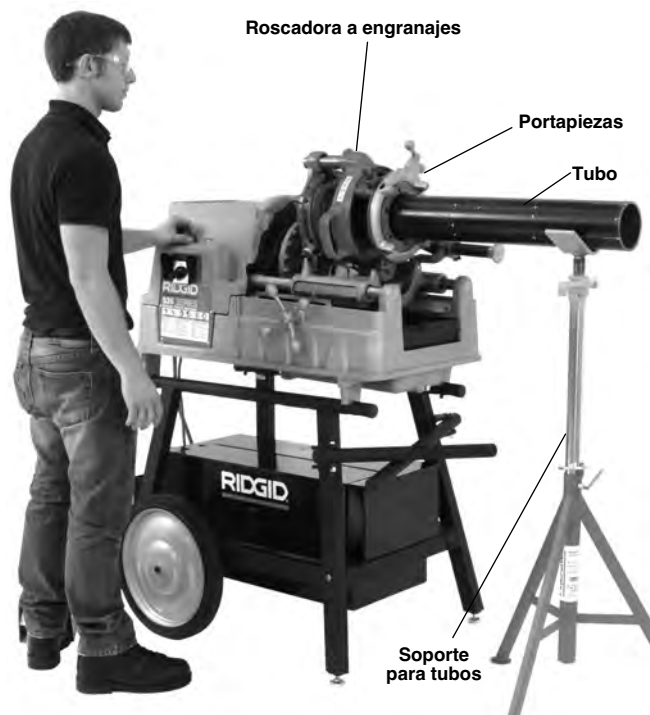

Figura 21 – Posición de operación (método de acoplamiento directo)
8. Adopte la postura correcta par trabajar de tal modo que pueda controlar la máquina y el proceso (Figura 21).
9. Presione el interruptor de pie para empezar a roscar. Bañe las terrajas con aceite para reducir el par de torsión del roscado, mejorar la calidad de las roscas y prolongar la vida útil de las terrajas (Figura 21).